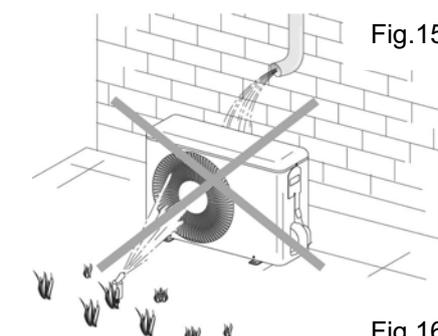

Fig.16
- Deve essere in posizione riparata da eventuali rovesci copiosi di acqua (innaffiatoi, scarichi di grondaie) (fig. 16).